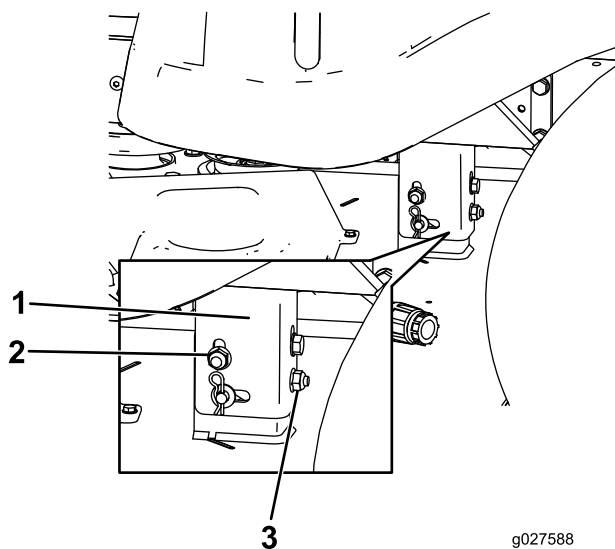

Figure 50
8. Élevez ou abaissez le côté gauche du tablier de coupe en tournant l'écrou arrière (Figure 50).